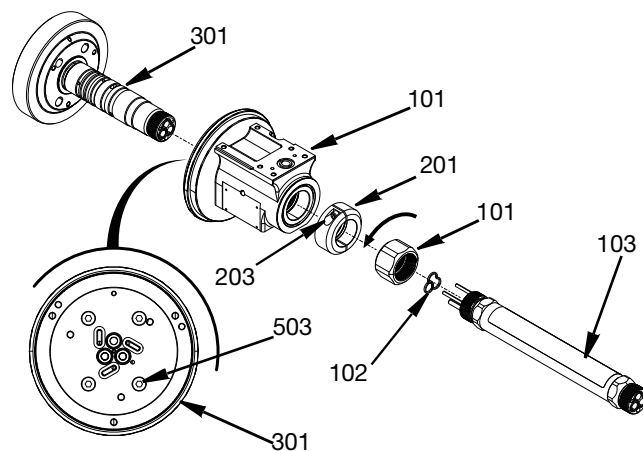

FIG. 19
1. Allentare il dado di bloccaggio del tenditore a molla (101) ruotandolo in senso antiorario stando rivolti al corpo principale della pistola Switch 3D in acciaio inossidabile. La rotazione del dado separerà il gruppo tubo lungo (103) dal corpo centrale (301). Eliminare la guarnizione dell'adattatore (102).
2. Allentare le due viti M5 SHCS (203) con una chiave esagonale e rimuovere il gruppo anello di bloccaggio (201) insieme alla rondella (202).
3. Per rilasciare la pressione sulle guarnizioni interne e facilitare lo smontaggio, allineare i fori di accesso sul corpo centrale (301) con le quattro viti M6 (503) e allentare le viti.
4. Battere il corpo centrale (301) fuori dall'insieme alloggiamento girevole (511) usando una mazzuola morbida. Vedere FIG. 19.